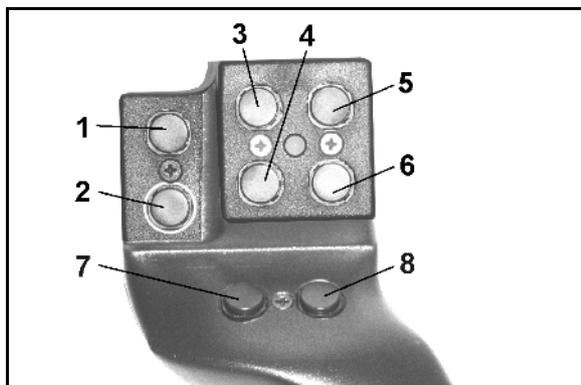

Fig. 60
Pour la commande de l'AMATRON 3, la poignée multifonction (Fig. 60) offre 8 touches (1 - 8). Un commutateur (Fig. 61/2) donne aux touches 3 affectations différentes.
- position centrale (Fig. 60/A) et peut être manœuvré
- vers le haut (Fig. 60/B) oder
- vers le bas (Fig. 60/C)
La position du commutateur est indiquée par une DEL (Fig. 60/1).